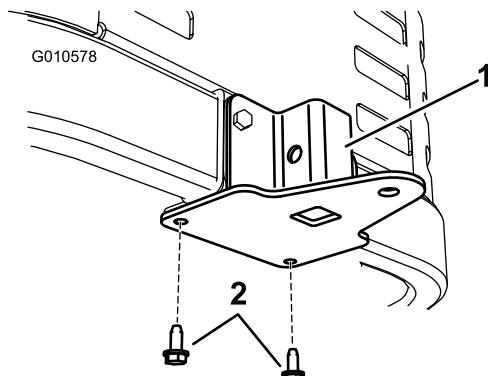

Figura 12
- Assicurate la staffa di supporto alla parte inferiore del telaio della macchina con due viti autofilettanti (5/16 x 3/4 poll.) montate da sotto come illustrato nella Figura 12.